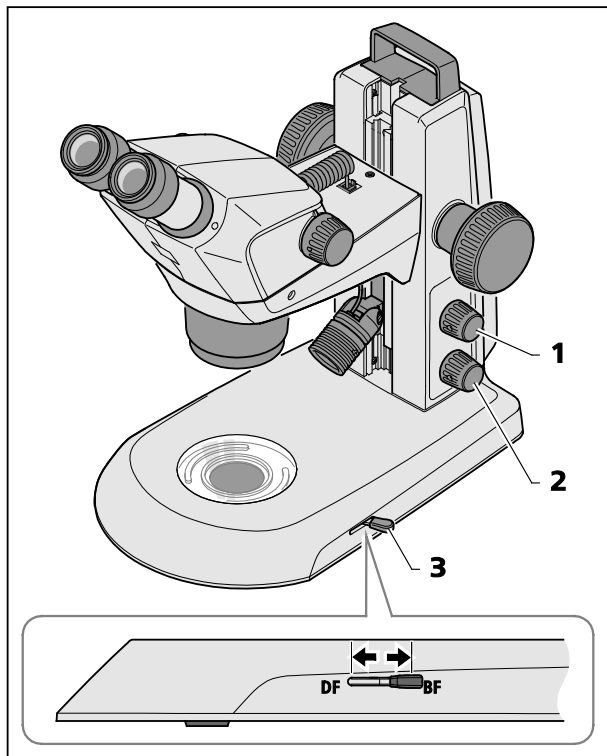

图25 K EDU 透视光模块
- 通过按压下方旋钮(图25/2)打开透射光。
- 通过调整控制杆(图25/3)在亮场和暗场照射之间转换。
- 前端位置：暗场 (DF)
- 后端位置：亮场 (BF)
按下上部按钮(图25/1)可以将入射光混合进入(参见第 28 页第 4.2 章)。